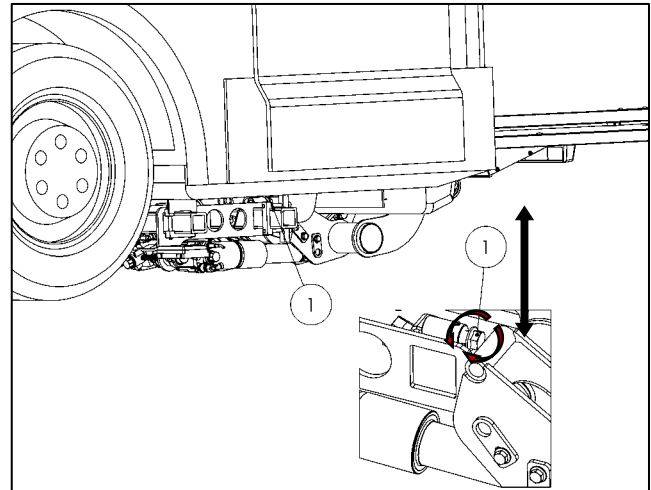

Abbildung 80
- Mit der Einstellschraube (Pos. 1) die Hubhöhe einstellen (siehe Abbildung 80)